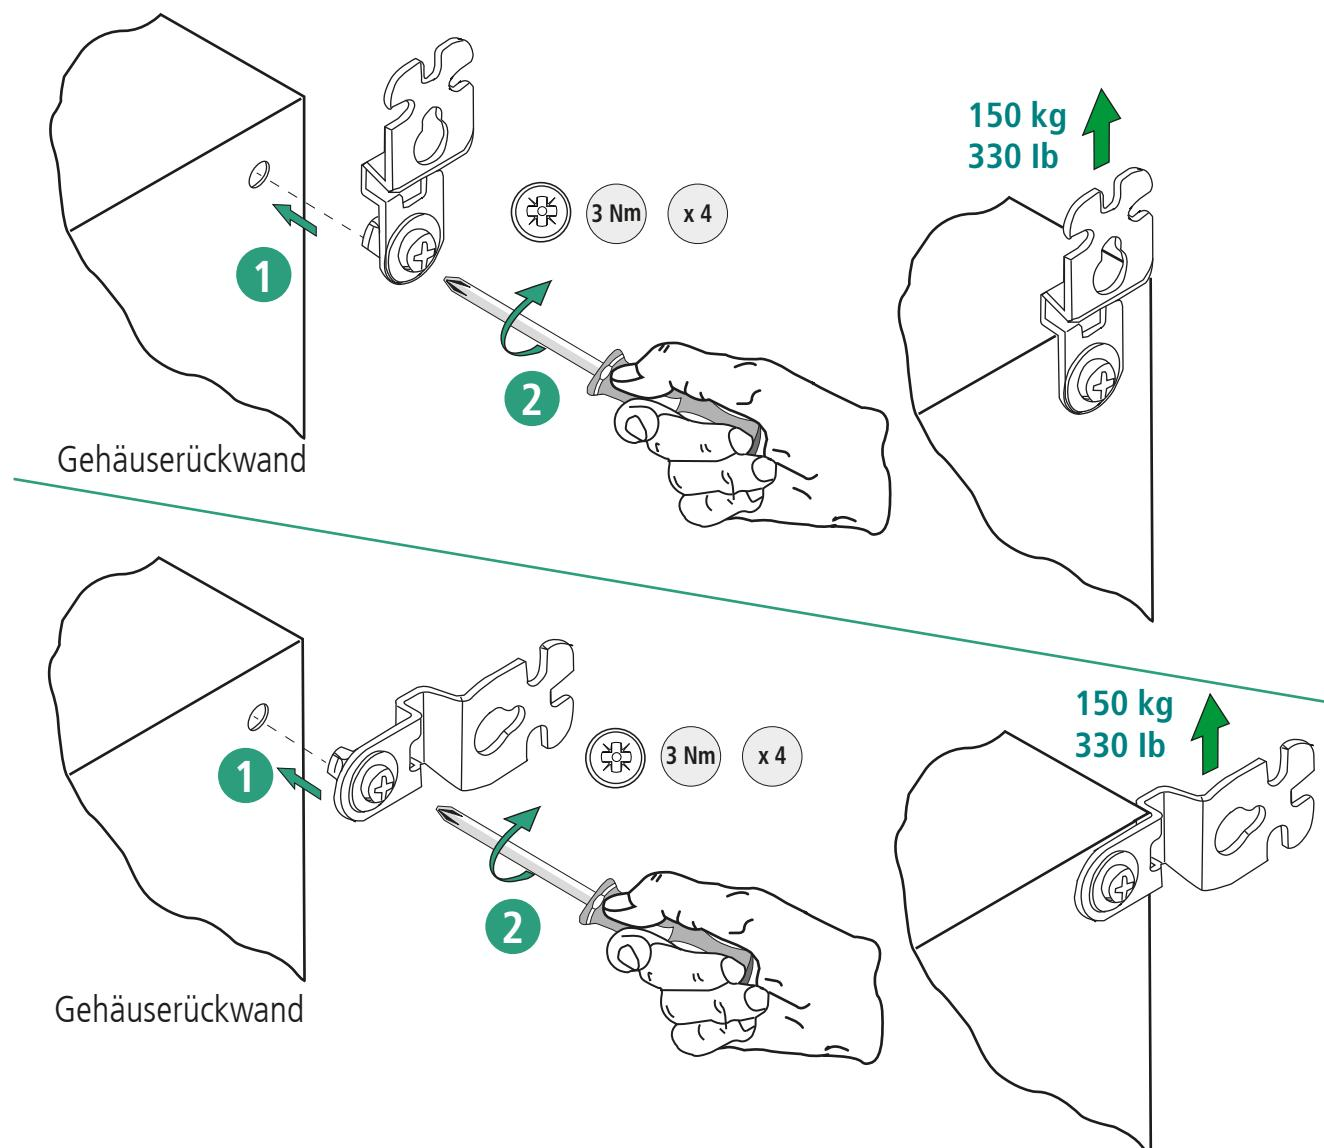

Fig. 3.1 Gehäuserückwand
Eine mögliche Wandmontage kann mittels der im Lieferumfang enthaltenen Wandbefestigungslaschen erfolgen (siehe Fig. 3.1).
- ➂ Danach wird die entsprechende Befestigungslasche an die jeweilige Bohrdurchführung herangeführt/durchgeführt und festgeschraubt (Beachte hierzu Fig. 3.1).